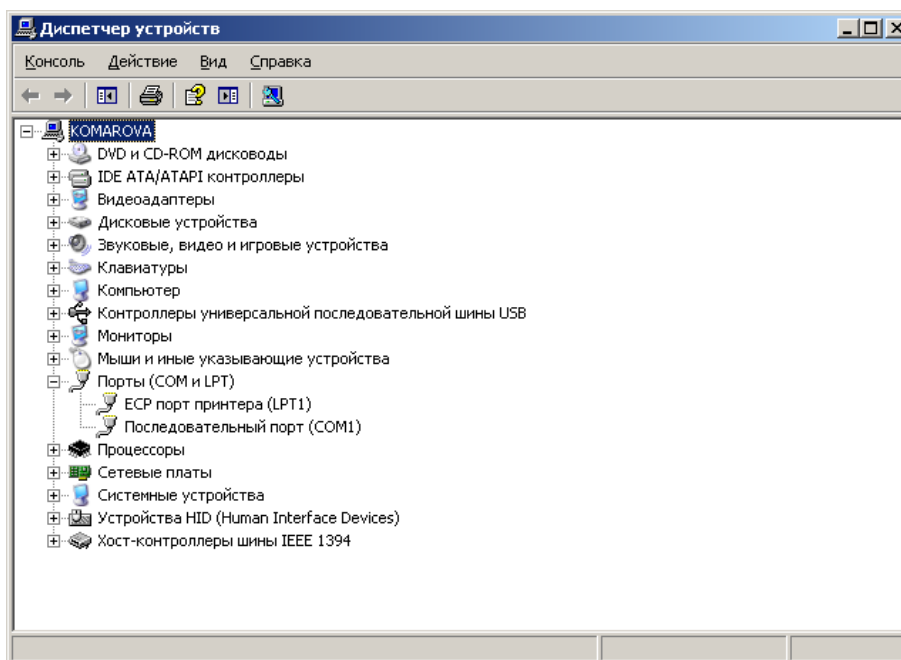

Рисунок 1
4. Запустить программу FlashMagic и установить следующие настройки (см. рисунок 1):